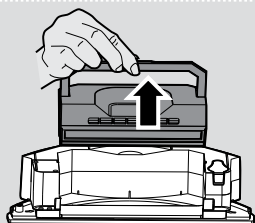
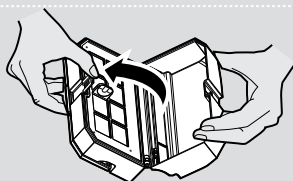
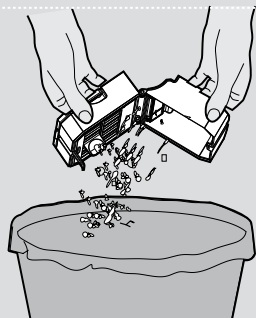
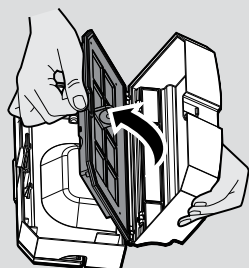

Fig. 10
Fig. 11
Fig. 12
Fig. 13
2. Levante o recipiente de pó através da alça, [Fig. 10] abra o recipiente de pó onde indicado, libertando o clipe, [Fig. 11] Esvazie o recipiente de pó sobre um caixote de lixo. [Fig. 12]
2. Retire o recipiente de pó e esvazie-o. [Fig. 10,11,12] Abra o recipiente de pó, remova o filtro EPA da malha do filtro e limpe-os separadamente. A montagem é feita na ordem inversa, certifique-se de que o filtro está montado corretamente. [Fig. 13,14]